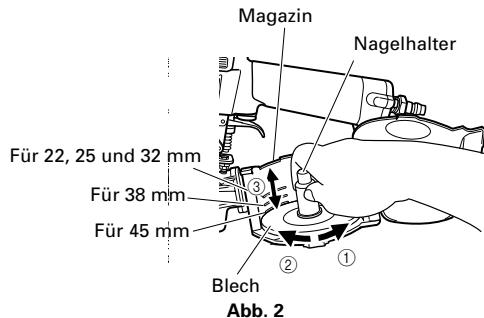

Abb. 2
- (2) Stellen Sie die Position des Nagelhalters entsprechend der Nagellänge ein. (Abb. 2)